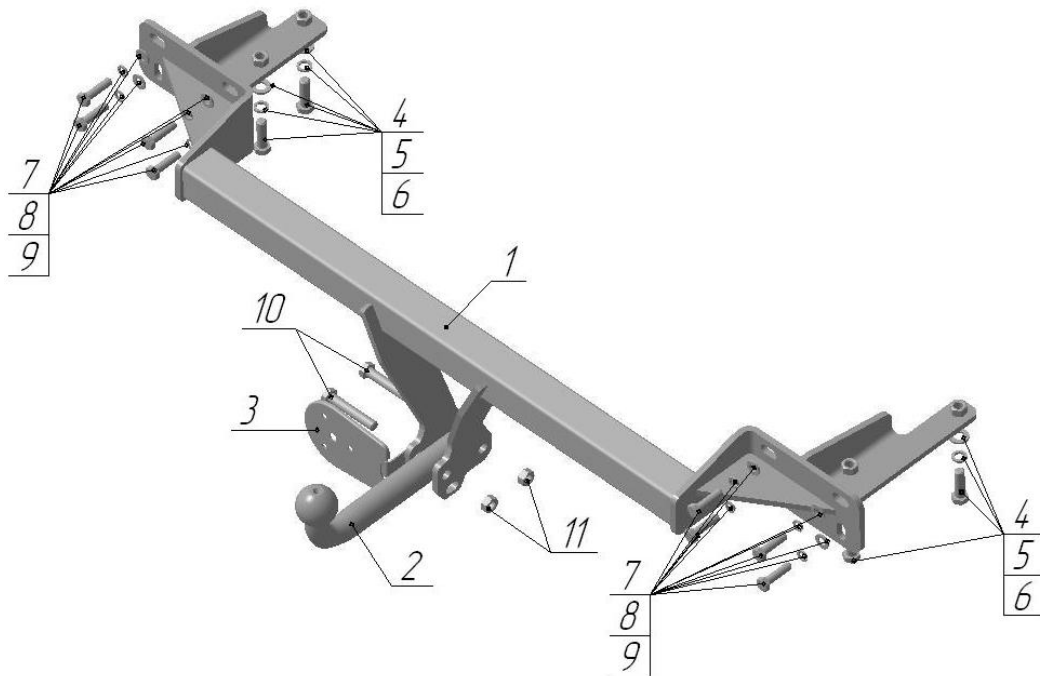

Рис.1
- с помощью крепежных элементов поз.7,8,9 в соответствии с рис.1 установить ТСУ на место усилителя бампера;